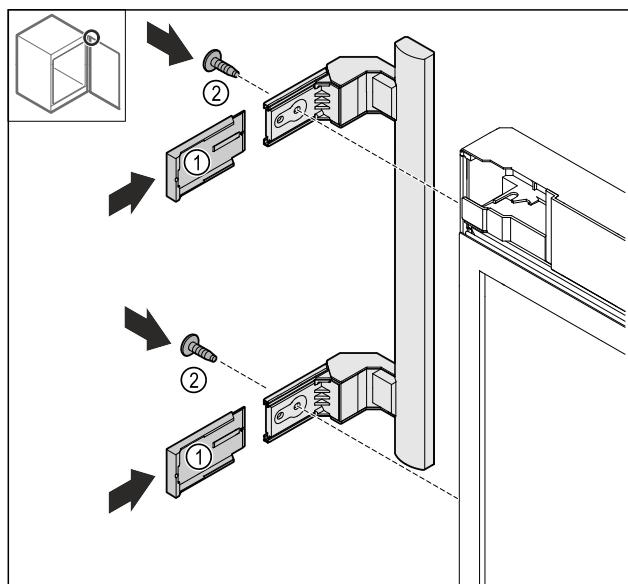

Fig. 25
- Нахлузете капаците *Fig. 25* (1).